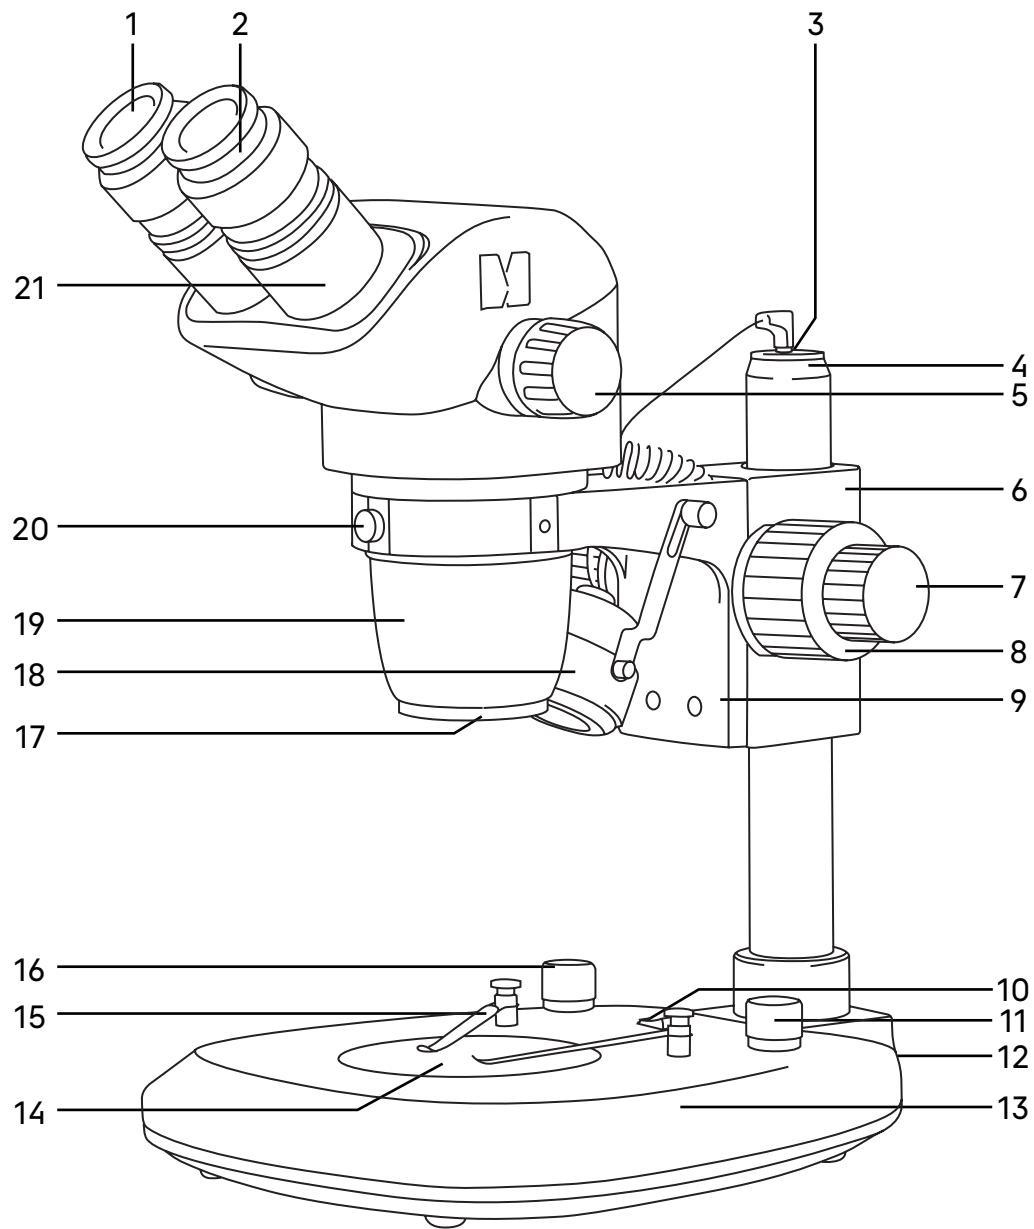

Рис. 1. Микроскоп MAGUS Stereo 8B
Общий вид микроскопа представлен на рис. 1.
Штатив микроскопа 4 (рис.1) закреплен на основании 13 (рис. 1). Штатив несъемный.
В штативе располагается механизм фокусировки 9 (рис. 1), на который крепится кронштейн 6 (рис. 1) для установки оптической головы. Наверху штатива расположено гнездо для подключения шнура осветителя отраженного света 3 (рис. 1).
В основании 13 (рис. 1) расположен блок питания и источник проходящего света – светодиод. Пластина 14 (рис. 1) обеспечивает рассеивание света и равномерное освещение всей плоскости исследуемого объекта.
Выключатель 10 (рис. 1) служит для включения и выключения источника света.
Регулировка яркости осветителя отраженного света осуществляется ручкой 11 (рис. 1), а проходящего света – ручкой 16 (рис. 1).
Основание также выполняет функцию предметного столика. Объект исследования располагают на пластине 14 (рис. 1). Пластина устанавливается в гнездо основания. Диаметр пластины – 95 мм.
При необходимости объект можно закрепить на пластине двумя прижимами 15 (рис. 1).
Фокусировочный механизм 9 (рис. 1) перемещается на штативе 4 (рис. 1), обеспечивая фокусировку на объект в соответствии с высотой объекта и рабочим расстоянием объектива.
Кронштейн 6 (рис. 1) закреплен на фокусировочном механизме. Вертикальное эффективное перемещение составляет 50 мм.
Сверху на кронштейн устанавливается оптическая голова и закрепляется в кронштейне винтом 20 (рис. 1). Оптическую голову можно повернуть внутри кольца кронштейна и зафиксировать в любом удобном положении.
В окулярные тубусы визуальной насадки 21 (рис. 1) устанавливаются окуляры 1 (рис. 1). Тубусы разводятся в соответствии с глазной базой наблюдателя в пределах от 54 до 75 мм.
Для установки камеры (видеоокуляра), снимите с микроскопа штатный окуляр, установите в окулярный тубус визуальной насадки 21 (рис. 1) кольцо-переходник 23,2–30 мм, затем установите в него переходник C-mount. Соедините камеру с переходником. Камера служит для вывода изображения на экран компьютера или монитор/телевизор.
Трансфокаторный объектив 19 (рис. 1) имеет увеличение от 0,65 до 5,5 крат и позволяет в процессе наблюдения плавно изменять увеличение в 8,4 раза без потери качества и с сохранением большого рабочего расстояния – 105 мм.
Увеличение микроскопа изменяется при помощи вращения рукоятки 5 (рис. 1).
Окуляры увеличением 10x имеют линейное поле зрения 22 мм (WF 10x/22). Каждый окуляр имеет диоптрийную подвижку 2 (рис. 1). Окулярные тубусы имеют надежную конструкцию крепления окуляров, которая исключает возможность случайного выпадения окуляров при перемещении микроскопа. Окуляры закрепляются в тубусах винтами.
Осветитель косого освещения **18** (рис. 1) зафиксирован в кронштейне. Штекер осветителя устанавливается в гнездо штатива **3** (рис. 1).
- Установите пластину **14** (рис. 1). При работе с прозрачными объектами выбирайте стеклянную пластину. При работе с непрозрачными объектами выбирайте черно-белую пластину. Для повышения контраста темные объекты исследуются на белой стороне пластины, светлые – на черной стороне.
- Установите прижимы **15** (рис. 1).
- Установите оптическую голову в кольцо кронштейна **6** (рис. 1). Закрепите оптическую голову винтом **20** (рис. 1). Не следует затягивать винт слишком сильно.
- Закрепите кронштейн **6** (рис. 1) вместе с механизмом фокусировки **9** (рис. 1) на штативе **4** на необходимой высоте с помощью винта фиксации, расположенного на задней части микроскопа.
- Ручки регулировки освещенности объекта **11** и **16** (рис. 1) установите в минимальное положение.
Установите минимальное увеличение объектива 0,65х вращением рукоятки смены увеличения 5 (рис. 1).
Накрутите необходимую насадку на объектив 19 (рис. 1) по резьбе. Уменьшающая насадка 0,5x увеличивает рабочее расстояние и поле зрения.